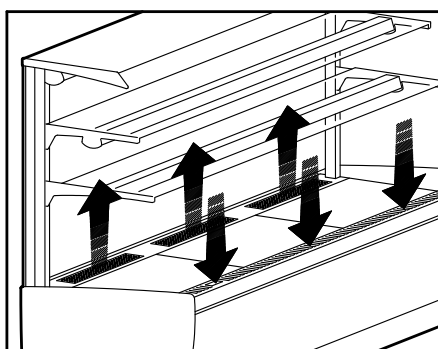
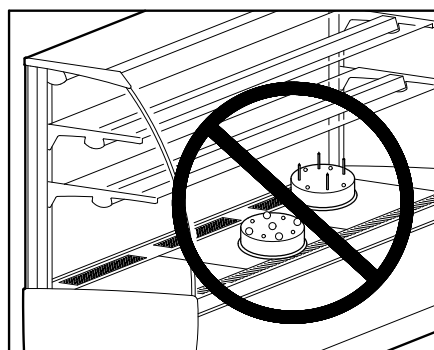

Рис. 15
Рис. 16
- Нельзя закрывать продуктами отверстия подачи холодного воздуха, иначе циркуляция воздуха будет недостаточной (**Рис.15 и Рис.16**).